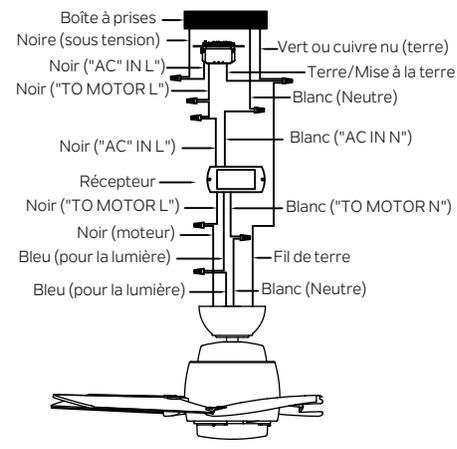

Fig. 14
Étape 2. Connexions électriques entre le moteur et le récepteur : Connecter le fil NOIR du ventilateur au fil NOIR marqué "TO MOTOR L" du récepteur. Connecter le fil BLANC du ventilateur au fil BLANC marqué "TO MOTOR N" du récepteur. Connecter le fil BLEU du ventilateur au fil BLEU marqué pour la lumière "FOR LIGHT" du récepteur. Sécuriser toutes les connexions de fils avec les connecteurs en plastique (fournis). (Fig. 14)
Étape 3. Connexions électriques du récepteur à distance à la boîte à prises : Connecter le fil NOIR (sous tension) du plafond au fil NOIR marqué "AC in L" de la commande murale. Connecter le fil BLANC (neutre) du plafond au fil BLANC marqué "AC IN N" du récepteur. Connecter le fil NOIR (TO MOTOR L) de la commande murale au fil NOIR marqué "AC in L" du récepteur. Sécuriser toutes les connexions de fils avec les connecteurs en plastique. (Fig. 14)
Étape 4. Si la boîte à prises a un fil de masse (vert ou cuivre nu), le connecter aux fils de mise à la terre du ventilateur : en l'absence de ce fil, connecter le fil de mise à la terre du ventilateur au support de montage. Sécuriser la connexion du fil avec l'écrou en plastique (fourni). Après avoir connecté les fils, les séparer de sorte que les fils verts et blancs se trouvent sur un côté de la boîte à prises et les fils noirs et bleus de l'autre côté. (Fig. 14)